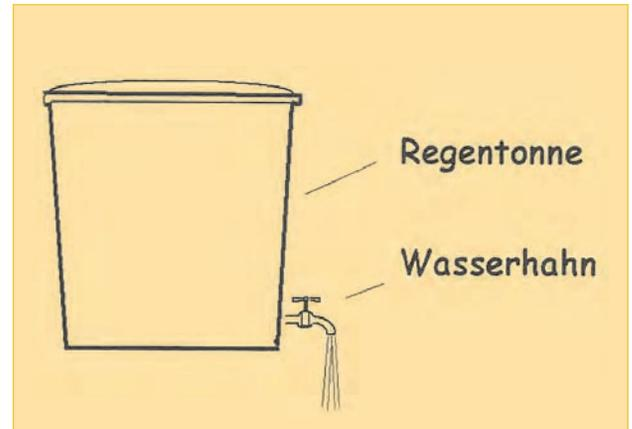

Abb. 1.1 – Eine elektrische Spannungsquelle gleicht einem Wasserbehälter.
Negative Ladungsträger, sogenannte Elektronen, kann man von ihren Atomen trennen, so dass sich zwei Pole mit unterschiedlichen Ladungen bilden. Man spricht auch von einer elektrischen Spannung, die den Unterschied dieser Ladungen zwischen den beiden Polen angibt. Spannungsquellen besitzen deshalb immer zwei Pole mit unterschiedlichen Ladungen. Ein Beispiel ist die Steckdose in der Wohnung, an der eine Spannung von 230 Volt (V) anliegt. Wie bei einem Bogen, der gespannt wurde, steht auch an der Steckdose potenzielle Energie bereit. Die elektrische Spannung ist quasi der Druck zwischen beiden Polen. Sie ist die Voraussetzung, dass elektrischer Strom fließen kann, wenn man einen Stromverbraucher daran anschließt. Man kann sich eine Spannungsquelle am besten als Wassergefäß nach Abb. 1.1 vorstellen. In Elektrotechnik und Elektronik treten Spannungswerte zwischen einigen Millivolt und mehreren hundert Volt auf. Milli bedeutet dabei 10^{-3} . Ein Millivolt ist deshalb ein Tausendstel Volt. Ein Multimeter kann meist alle Span-